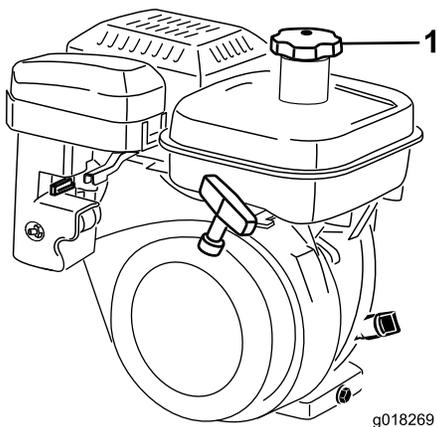

Figura 25
1. Limpe a zona em redor da tampa do depósito de combustível e retire a tampa do depósito (Figura 25). Ao usar gasolina sem chumbo, encha o depósito de combustível apenas até ao fundo do painel do filtro. Não encha demasiado.